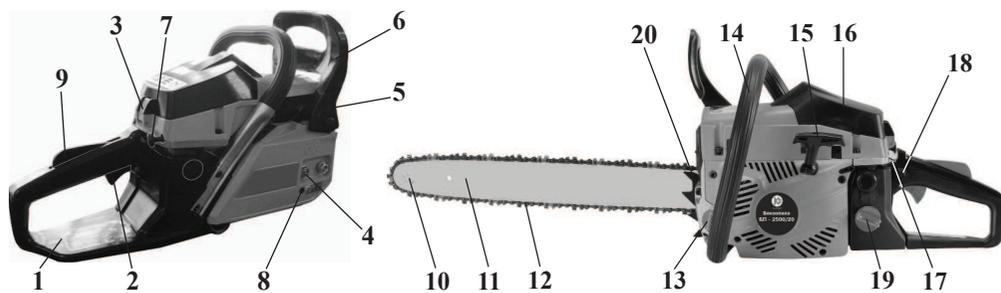

рис. 1
3.1 Общий вид модели БП-2600/18 представлен на рис.1: